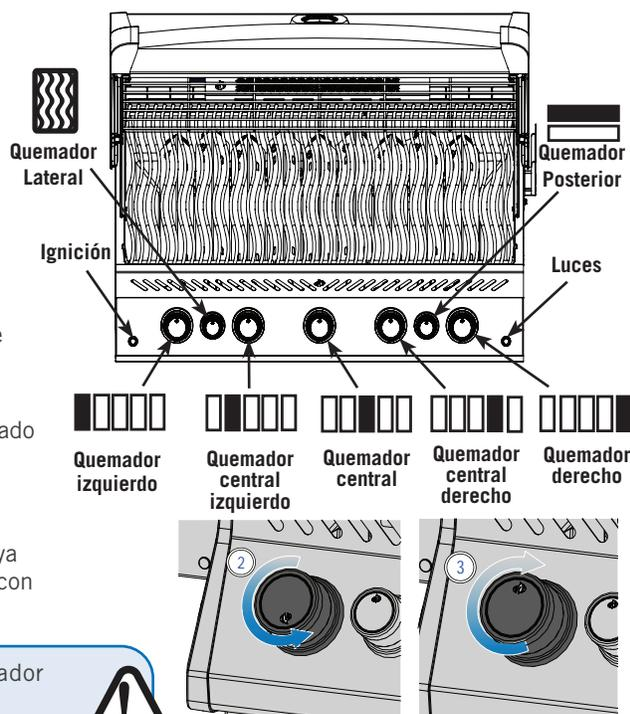

Fig. 1
3. Si el piloto y el quemador no encienden en 5 segundos, regrese la perilla a la posición de apagado al girar en sentido de las manecillas del reloj. Espere 5 minutos o hasta que el gas se haya disipado. Repita los pasos 2 y 3. Si aún no funciona, encienda con un fósforo. (Fig. 1)
5. Si el quemador no enciende, regrese la perilla a la posición de apagado, espere 5 minutos y repita el paso 3 y 4. Si aún no funciona, encienda con un fósforo. (Fig. 1)